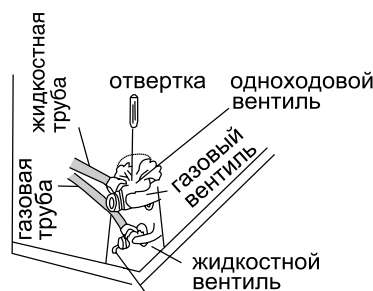

Рис. 9
5. Удалите воздух и жидкость, оставшиеся в системе хладагента с помощью вакуумного насоса (см. рис. 9).